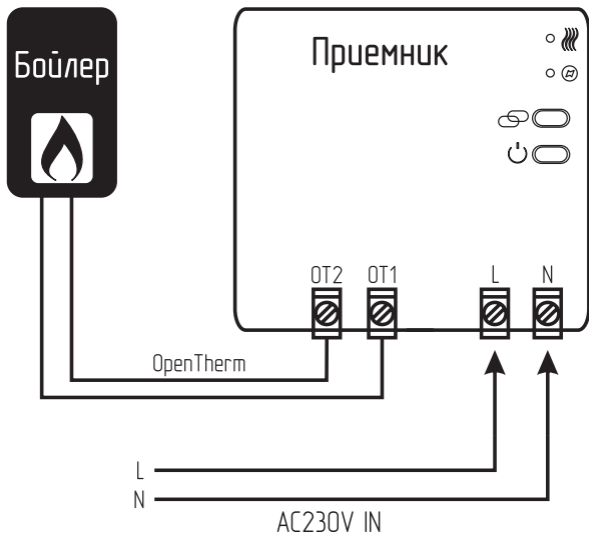

Рис. 7 Схема подключения приемника термостата ZOTA ZT-84W Wi-Fi OT+
3. Подсоедините провода питания и управления к приемнику, как показано на схеме подключения (см. **Рис. 7**);